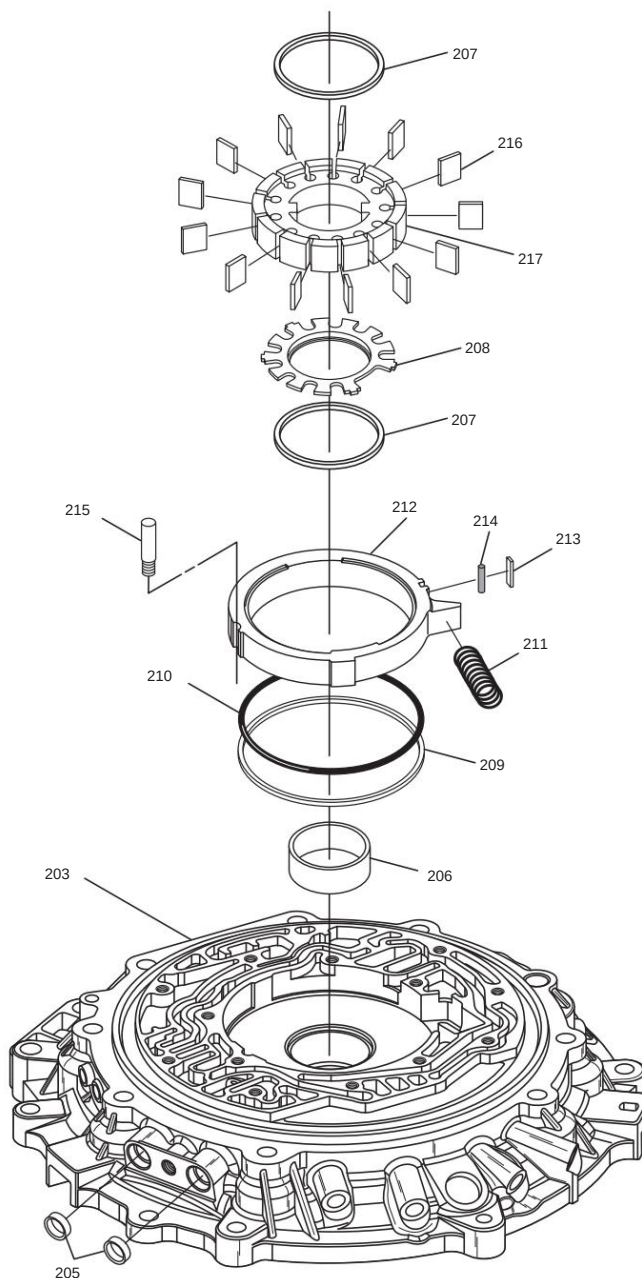

Figura 61
5. Desmonte o rotor, as palhetas e a corrediça da carcaça do conversor, conforme mostrado na Figura 61.
6. Remova e descarte o anel “O” deslizante da bomba (210) e as vedações deslizantes (213 e 214), conforme mostrado na Figura 61.